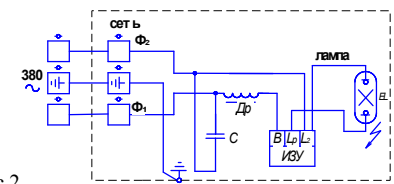

Рис.2
8.1 Подвесить светильник за узел подвеса (1), установить защитный кожух (2) на скобу корпуса светильника (3), при этом винт на отражателе вывернуть на ¼, вставить кожух и закрепить винтом (4); распределительную коробку (5) для питания сети закрепить на конструкции теплицы; светильник подключить согласно схемы (рис.2) с помощью клемм «Wago», при этом соединительный шнур светильника закрепить кабельным хомутом, чтобы исключить возможность его выдергивания из распределительной коробки и скручивания; вернуть лампу в патрон и отрегулировать направление светового потока на освещаемую поверхность согласно инструкции по эксплуатации лампы «Reflux».